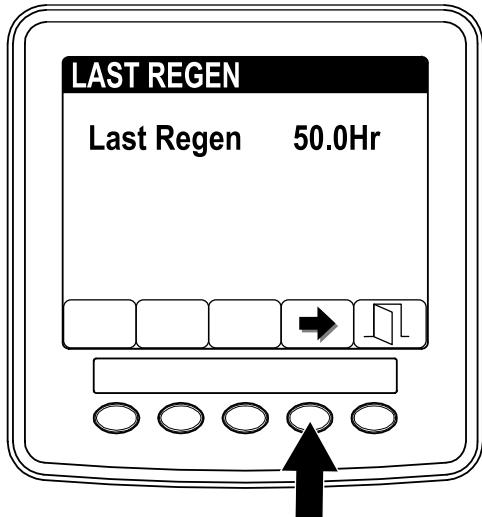

Bild 37
- Ermitteln Sie mit dem Feld LAST REGEN die Betriebsstunden, für die Sie den Motor seit der letzten Zurücksetzen-Regenerierung, geparkten Regenerierung oder Wiederherstellungs-Regenerierung eingesetzt haben (Bild 37).